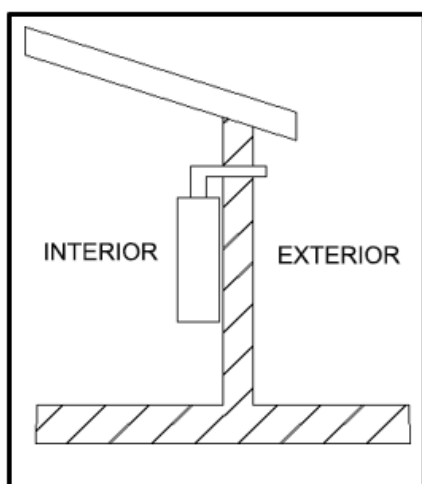

Fig. 3
- O tubo de exaustão do esquentador a gás deve ser instalado através de uma parede externa, o esquentador não pode ser instalado no exterior. (Fig.3)